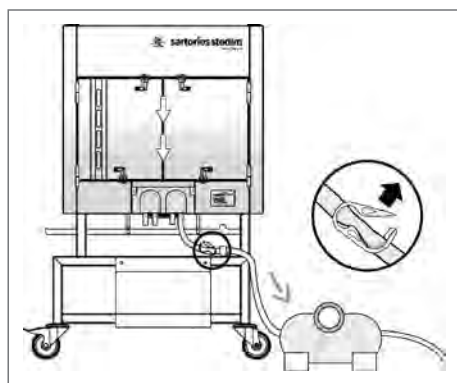

Fig. 71
3. Abra la pinza. Drene la bolsa. Puede aprovechar el efecto de la gravedad o utilizar una bomba peristáltica (ver Fig. 71).
- Si el Palletank® está equipado con un sistema de drenaje, remítase a las instrucciones de uso "Instalación y uso del sistema de drenaje para la bolsa Flexel® for LevMixer® | Magnetic Mixer entre 50 l y 1.000 l" (ref. 85037-543-06).